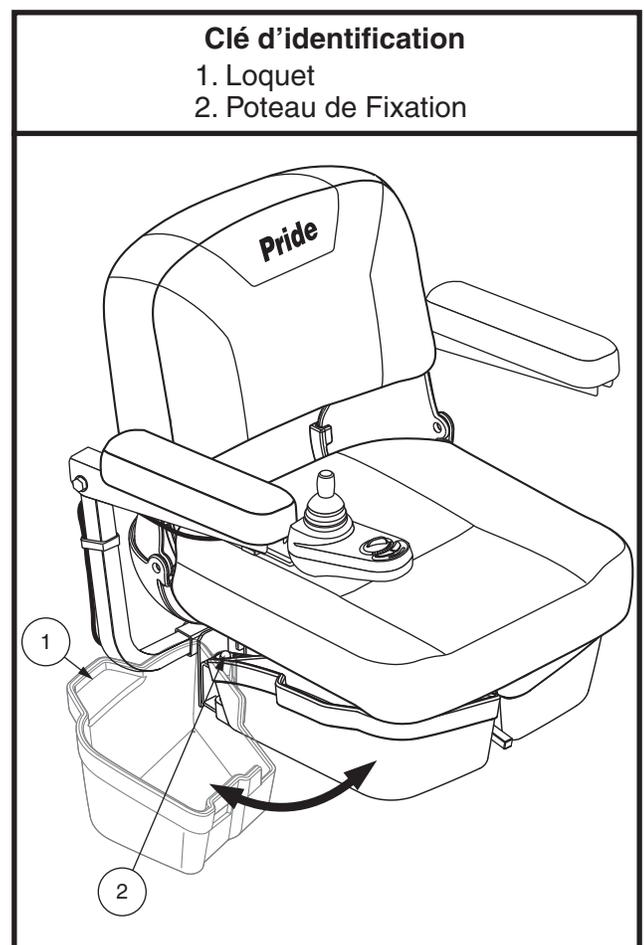

Figure 12. Stockage sous le siège
1. Soulevez légèrement le loquet situé sur le côté du bac de stockage sous le siège (**voir figure 12**) et pivotez le bac de stockage sous le siège vers l'extérieur et hors du fauteuil.
1. Soulevez légèrement le loquet situé sur le côté du bac de stockage sous le siège (**voir figure 12**) et pivotez le bac de stockage sous le siège vers l'extérieur et hors du fauteuil jusqu'à qu'il soit complètement ouvert.